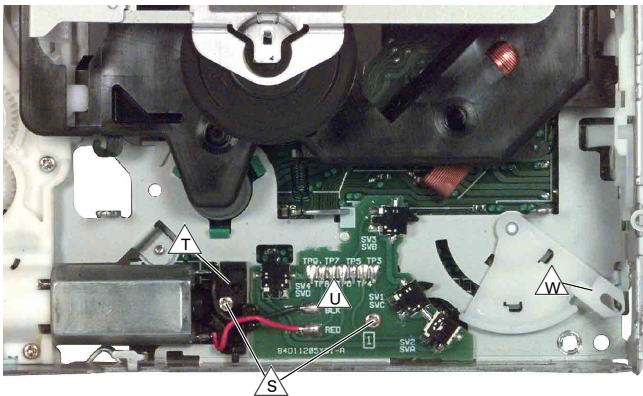

Fig. 3.7
- 2 Schrauben \triangle_S (Fig. 3.7) herausschrauben und den Halter \triangle_T herausnehmen.
- Beim Wiederaufsetzen der Abdeckung \triangle_P darauf achten, dass der Zapfen \triangle_V (Fig. 3.8) in den Schieber \triangle_W (Fig. 3.7 / 3.8) greift!
- Undo 2 screws \triangle_S (Fig. 3.7) and remove the holder \triangle_T .
- When reassembling the cover \triangle_P pay attention that the bolt \triangle_V (Fig. 3.8) graps into the slide \triangle_W (Fig. 3.7 / 3.8)!